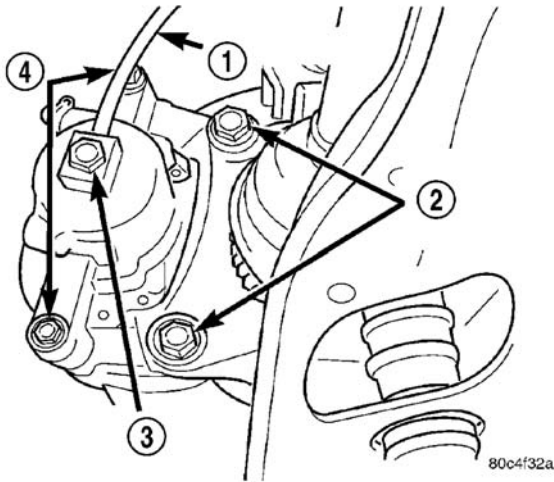

图 40 制动钳固定（典型形式）
- （4）拆卸将制动软管连接到制动钳的琵琶形螺栓（图 40）。将有两个垫圈（弹性软管接头的每一侧各一个）随琵琶形螺栓一起掉出。废弃这些垫圈。
- （5）拆卸两个制动钳导向销螺栓（图 40）。
（3）将制动钳导向销螺栓孔与导向销对准。安装制动钳导向销螺栓并将其拧紧至 $35\text{ N} \cdot \text{m}$ (26 ft.lbs.) 的扭矩（图 40）。
（4）安装将制动软管连接至制动钳的琵琶形螺栓（图 40）。当将琵琶形螺栓引过管接头时，将新的铜垫圈安装在软管管接头每侧。将琵琶形螺栓拧到制动钳中并将其拧紧至 $47\text{ N} \cdot \text{m}$ (35 ft.lbs.) 的扭矩。